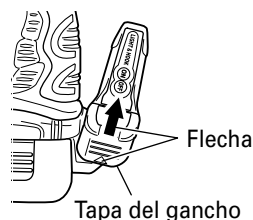

Fig. 11
Quite la tapa del gancho empujando en la dirección de la flecha. (Fig. 11)
- (3) Haga coincidir la muesca del cuerpo principal del gancho con el saliente de la tapa del gancho, presione la tapa en la dirección opuesta a la flecha mostrada en la Fig. 11 y apriete el tornillo. Utilice pilas AAAA (1.5 V) disponibles en los establecimientos del ramo.